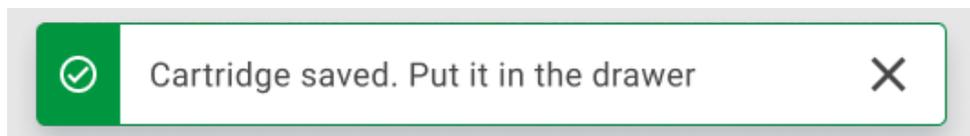

Figure 27. Écran de cartouche enregistrée.
- Après un balayage réussi, la boîte de dialogue suivante s'affiche brièvement en haut de l'écran (figure 27).